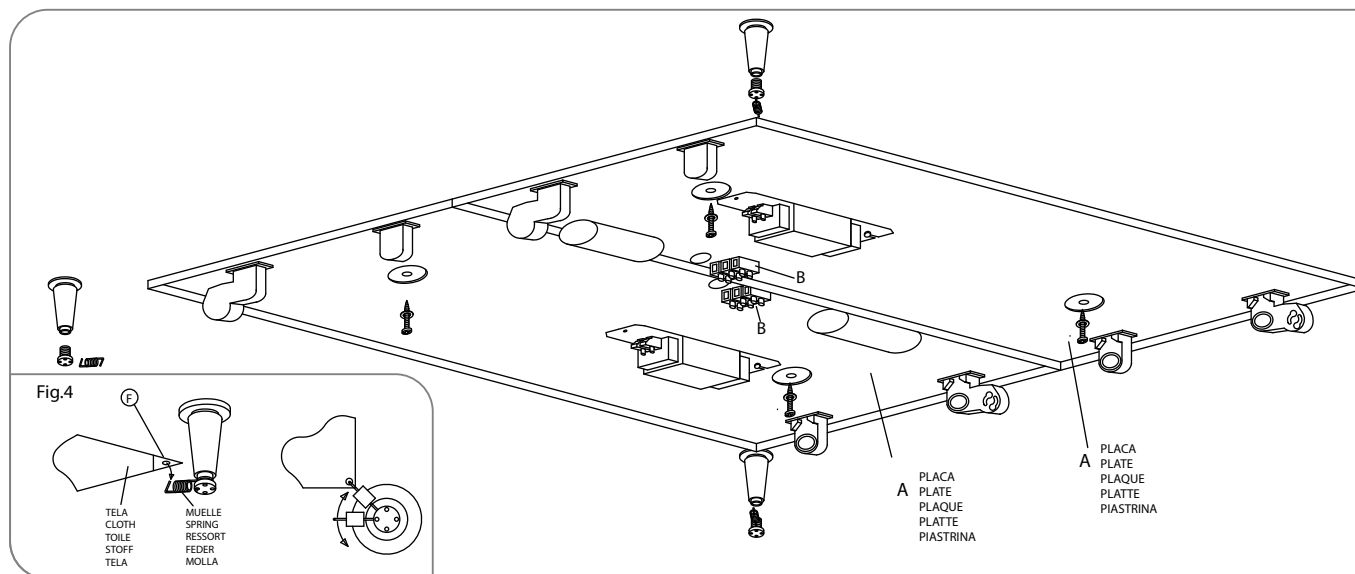

Fig.6
2. Connect the plates A to jack strip B as indicated in fig 6.
2. Collegare le 3 piastrene A ai morsetti B. Seguire le istruzioni della fig. 6.
2. Conectar las tres placas A en las regletas B (fig 6).
2. Collegare le 3 piastrine A ai morsetti B. Seguire le istruzioni della fig. 6.